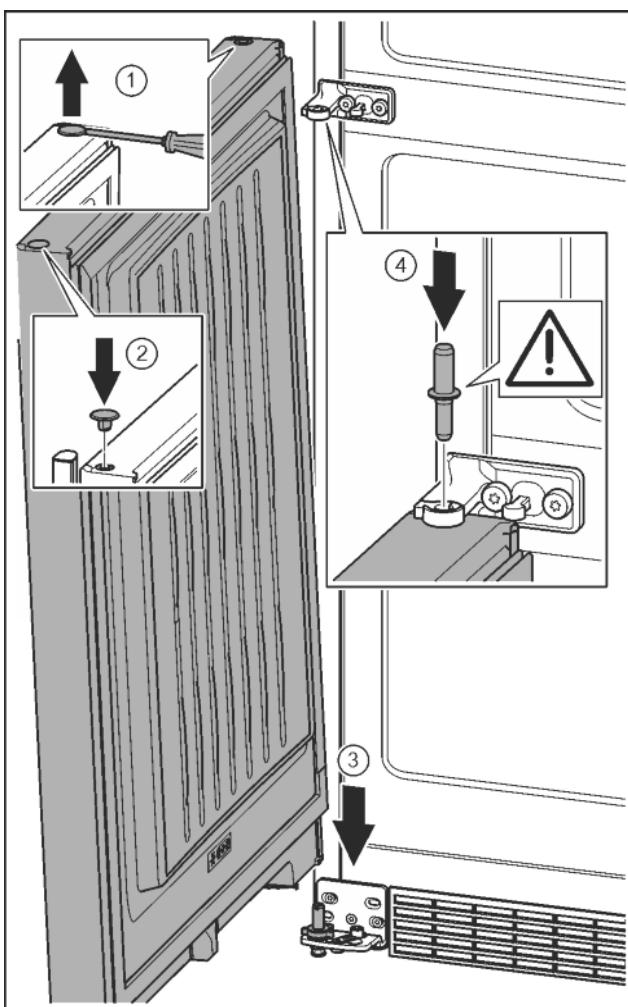

Fig. 21
- Paceliet uzmanīgi ar plakano skrūvgriezi un izvelciet ārā aizbāzni. Fig. 21 (1)
- levietojiet atpakaļ aizbāzni otrajā durvju pusē. Fig. 21 (2)
- Durvis no augšas uzlieciet uz apakšējās gultņa tapas. Fig. 21 (3)
- levietojiet vidējo gultņa tapu vidējā gultņa balstā apakšējās durvīs. Uzmaniet, lai aiztura izcilnis būtu vērts virzienā uz aizmuguri. Fig. 21 (4)